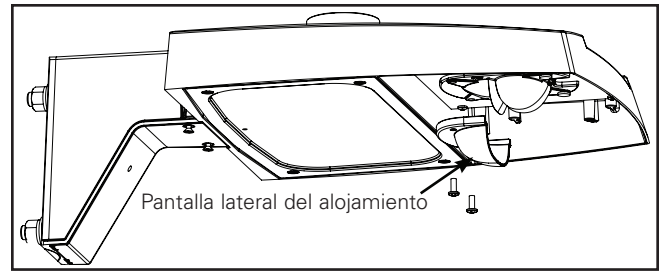

Figura 14.
- Retire los pasadores de empuje de plástico en la parte posterior de la óptica (Figura 14).
**Nota:** La pantalla lateral del alojamiento SÓLO debe instalarse en la parte posterior de la óptica como se muestra. NO la instale en el otro lado de la óptica. (Figura 14).